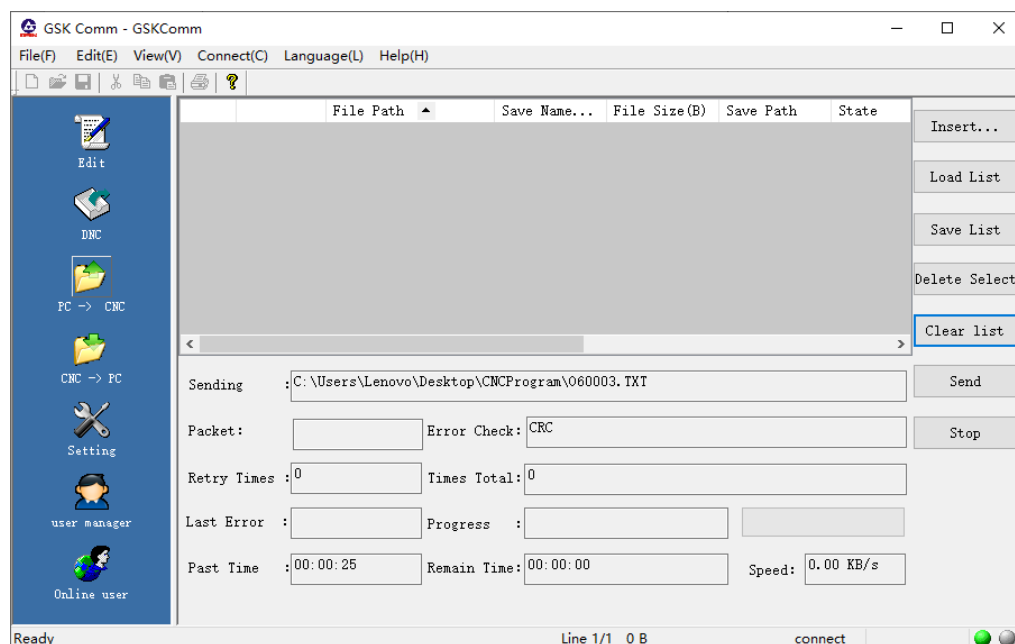

Figura 11-2-2-5
- Haga clic en el botón **add** para agregar todos los archivos a enviar a CNC. Como se muestra en la figura 11-2-2-6.